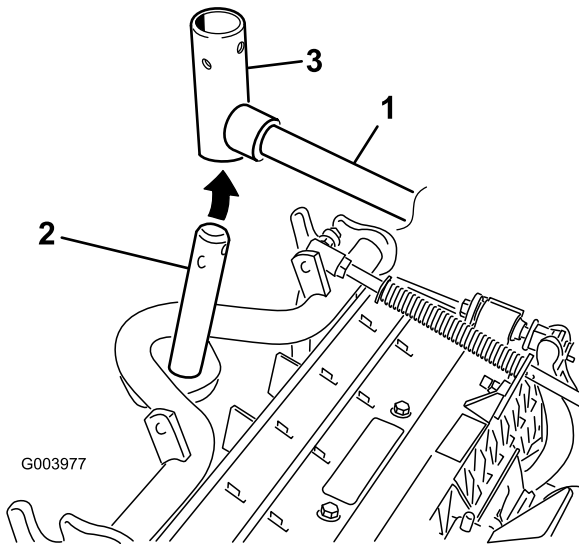

图11
8. 对于前滚刀组在将承载架轴向上插入提升臂轴轂的同时把滚刀组滑到提升臂下方图11。
B. 将提升臂轂插入承载架轴的上方图11。